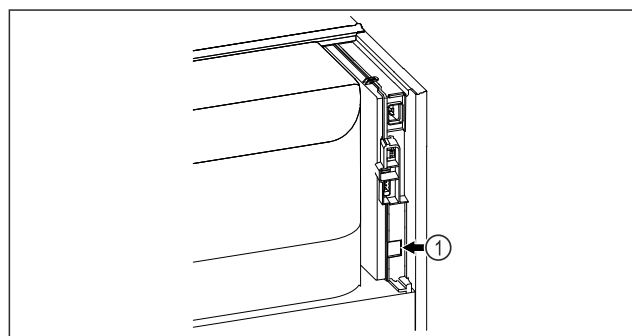

Fig. 95
- ☐ Vstavljen je SmartModule Fig. 95 (1).